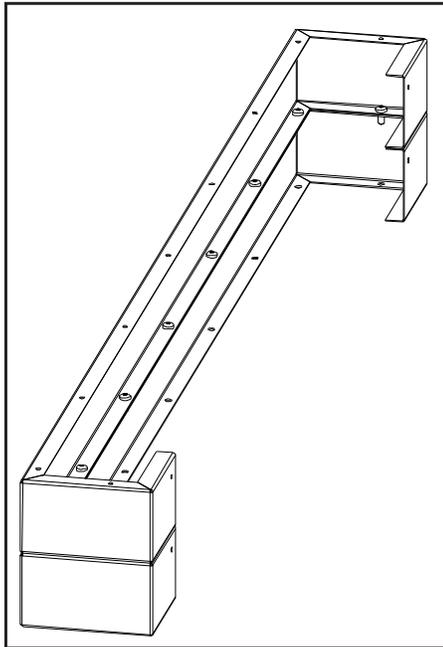

Figure 36: Combinant 2 supports d'étagère de base.
2. Lorsque vous utilisez plus d'un colonne chaque niveau doit être fixé au moyen de neuf (9) vis fournies (voyez Figure 36).